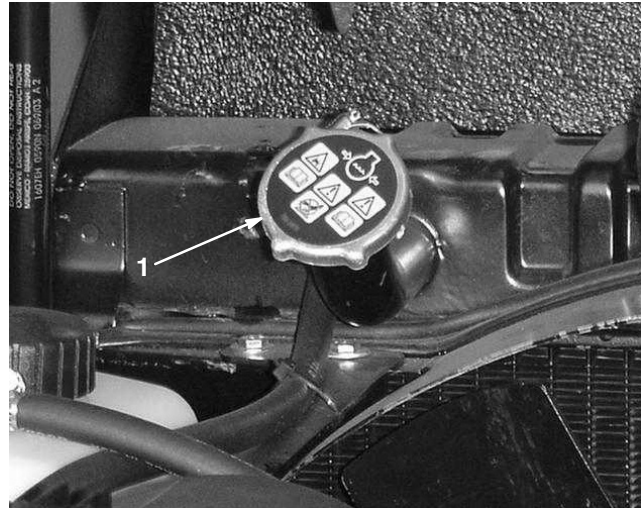

Bild 8
5. Beim Einfüllen größerer Flüssigkeitsmengen sollten Sie den Kühlerdeckel abnehmen (Bild 8) und den Kühler auffüllen, bis der Kühlmittelstand über dem Kühlerkern und ungefähr 25 mm bis zur Unterkante des Einfüllstutzens liegt.